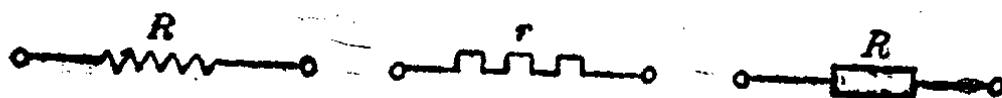

图 1-4 电阻的符号
3. 电阻：电子在金属导体里运动时会遇到阻力，这种阻力是电子和导体中的原子发生碰撞而产生的。这种阻碍电流通过的阻力称为电阻，用符号 $R$ 或 $r$ 表示。电阻不同，电路中在同一个电压作用下的电流也不同。在画电路图时，常用如图1-4所示符号表示电阻。